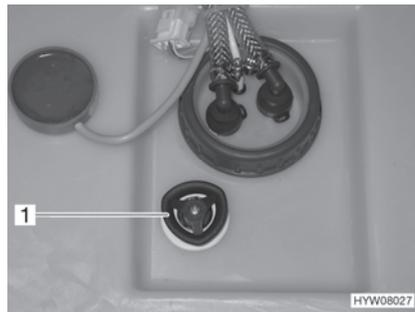

Bild 112 Wassertank mit Drehgriff
- Auf dem Wassertank den Drehgriff (Bild 112,1) im Uhrzeigersinn bis zum Anschlag drehen.
- Auf dem Wassertank den Drehgriff (Bild 112,1) entgegen dem Uhrzeigersinn bis zum Widerstand drehen. Das Wasser läuft bis auf ca. 20 Liter aus.